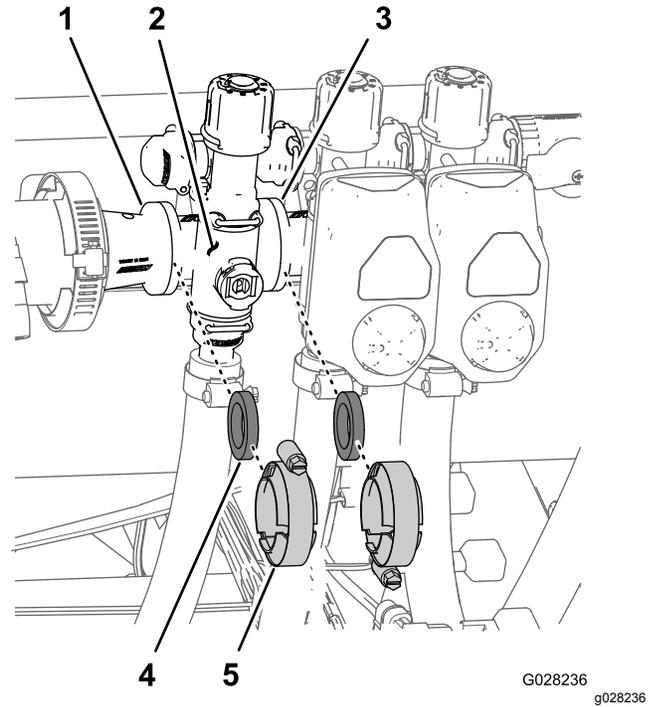

**Figura 67**
3. Retire el perno con arandela prensada y la contratuerca con arandela prensada que sujetan la válvula maestra al soporte de la válvula, y retire el distribuidor de la válvula de la máquina (Figura 67).